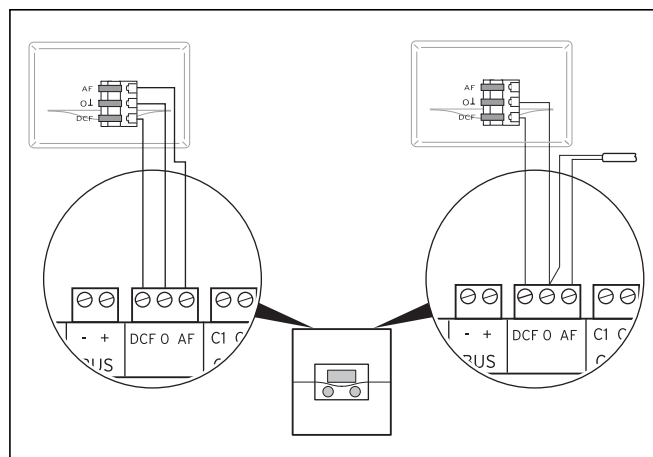

**Fig. 5.11 Collegamento del ricevitore DCF con la sonda esterna fornita (VRC DCF),
- Cablare il ricevitore DCF come in fig. 5.11.